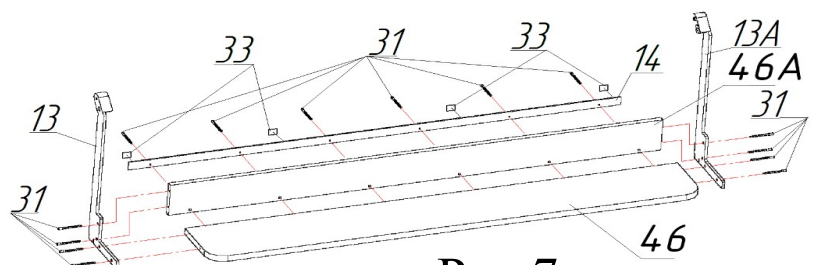

Рис.7
14) Присоединить к полке поз.46 усилитель полки поз.14, царгу полки поз.46А и опоры поз.13 и 13А, используя винты-конфирматы поз.31 (см.рис.7). Усилитель полки расположить таким образом, чтобы головки винтов-конфирматов попали в конусные отверстия, а большее расстояние от отверстий на усилителе до кромки усилителя оказалось сверху. Разрезать пополам накладки войлочные поз.33 и приклеить к усилителю полки в соответствии с рисунком 7.